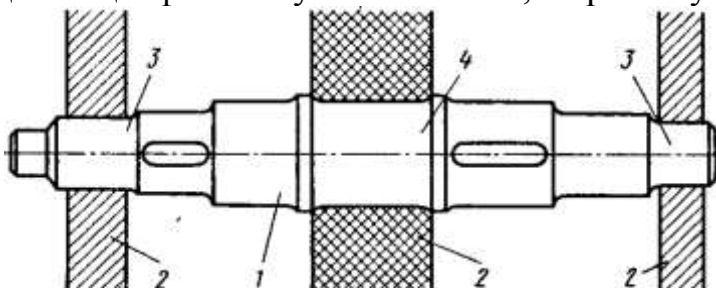
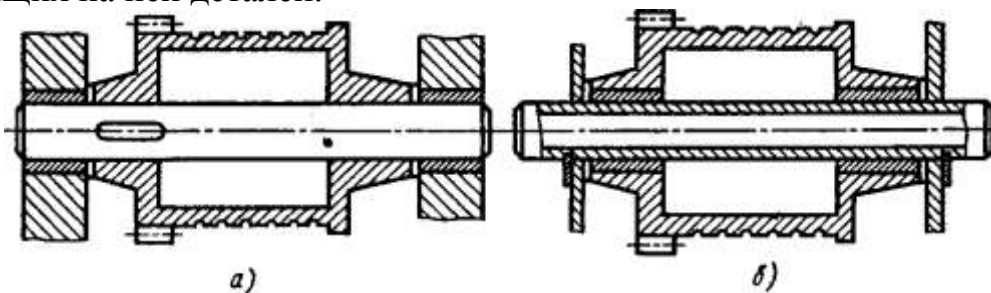
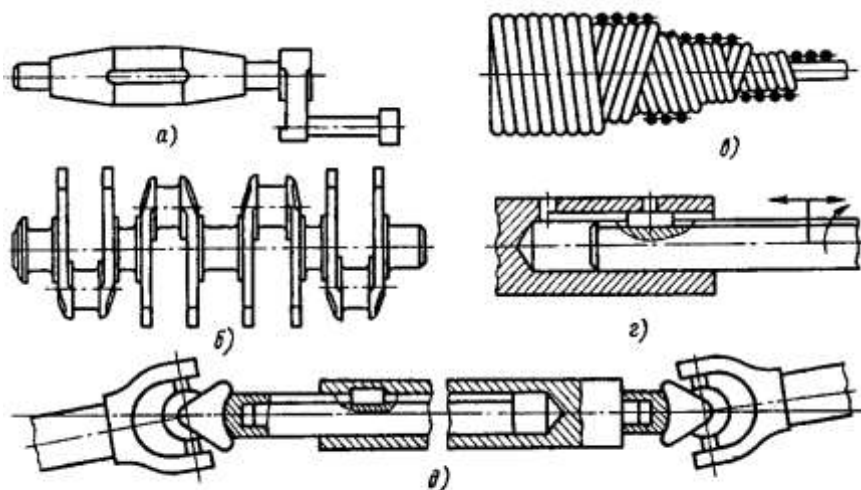

Рис. 8.1
Рис. 8.2
Рис. 8.3
Вал 1 (рис. 8.1) имеет две или большее число опор, называемых подшипниками 2. Часть вала, охватываемую опорой, называют цапфой. Концевые цапфы именуют шипами 3, а промежуточные — шейками 4.
**Покажите на рис. 8.2 неподвижную и подвижную оси. Испытывает ли ось деформацию кручения?**
По геометрической форме валы делят на: прямые (см. рис. 8.1); кривошипные (рис. 8.3, а); коленчатые (рис. 8.3, б); гибкие (рис. 8.3, в); телескопические (рис. 8.3, г); карданные (рис. 8.3, д). Кривошипные и коленчатые валы используют для преобразования возвратно-поступательного движения во вращательное (поршневые двигатели) или наоборот (компрессоры); гибкие — для передачи вращающего момента между узлами машин, меняющими свое положение в работе (строительные механизмы, зубоорудья и т. п.); телескопические — при необходимости осевого перемещения одного вала относительно другого. Карданное сочленение — это шарнирный механизм, позволяющий передавать вращение между соединяемыми им валами. Оси валов могут при этом пересекаться под переменным углом. Такие валы (оси) широко используют в автомобилестроении, станкостроении и т. д.
По конструктивным признакам: гладкие валы и оси (см. рис. 8.2); ступенчатые валы и оси (см. рис. 8.1); валы-шестерни, в); валы-червяки.
По типу сечения валы и оси бывают: сплошные (см. рис. 8.2, а); полые (см. рис. 8.2, б); комбинированные (рис. 8.3, г).